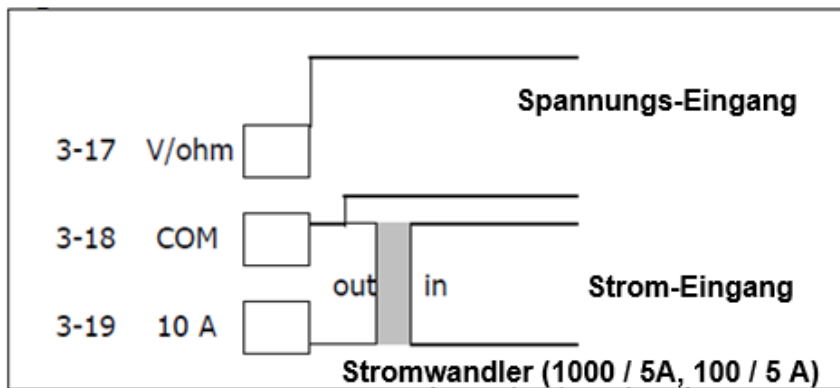

Fig.3
- 1) Collegare i cavi secondo il seguente schema (vedi fig. 3)